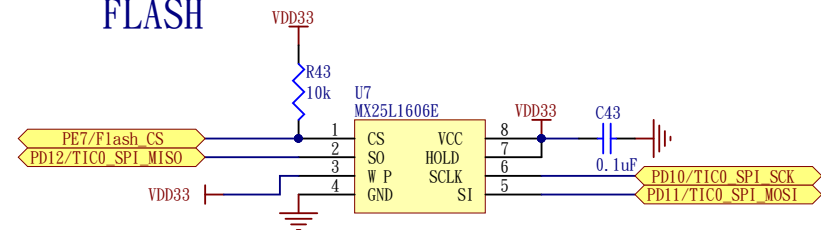

图 18. SD 卡、Flash、RS-232 和 EEPROM
- 图 18 包含了 SD 卡、Flash、RS-232 和 EEPROM。